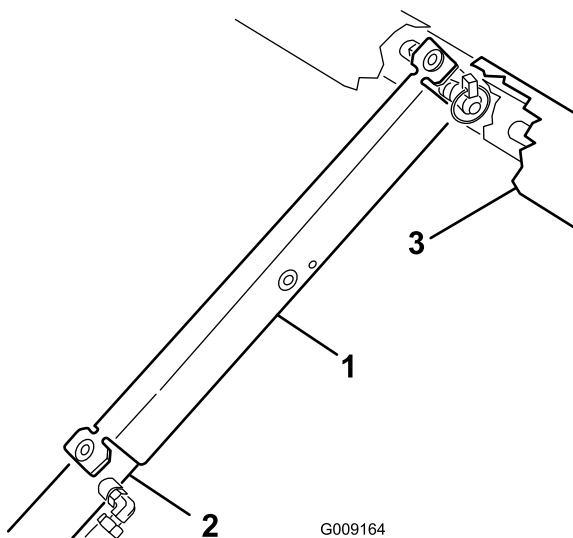

Figura 29
3. Spingete il supporto del pianale sull'asta del cilindro, assicurandovi che le alette alle estremità del supporto poggino sull'estremità della canna del cilindro e sull'estremità dell'asta del cilindro (Figura 29).